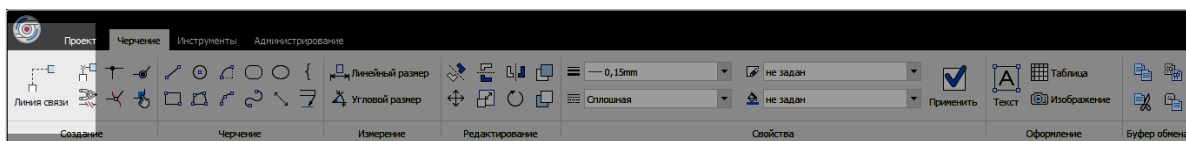

Рисунок 260. Инструмент «Линия связи» на панели инструментов меню «Черчение»
- 3) Выбрать инструмент «Линия связи» в группе «Создание» на панели инструментов меню «Черчение» (см. рисунок 260).